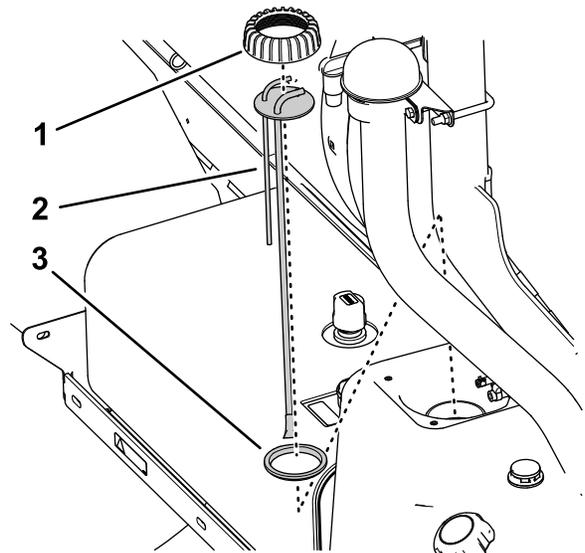

Figura 77
5. Ruotate il tappo del raccordo tubo in senso antiorario e rimuovetelo (Figura 77).
6. Sollevate il gruppo del raccordo tubo/trasmittitore del carburante dal serbatoio del carburante (Figura 77).
1. Montate il tappo del tubo sopra il tubo stesso e quest'ultimo sulla guarnizione (Figura 77).
2. Allineate il tappo, il tubo e la guarnizione al serbatoio e, con attenzione, inserite il nuovo gruppo del tubo nel serbatoio del carburante (Figura 77).
3. Avvitare il tappo sul collo del serbatoio del carburante e serrare il tappo manualmente (Figura 77).